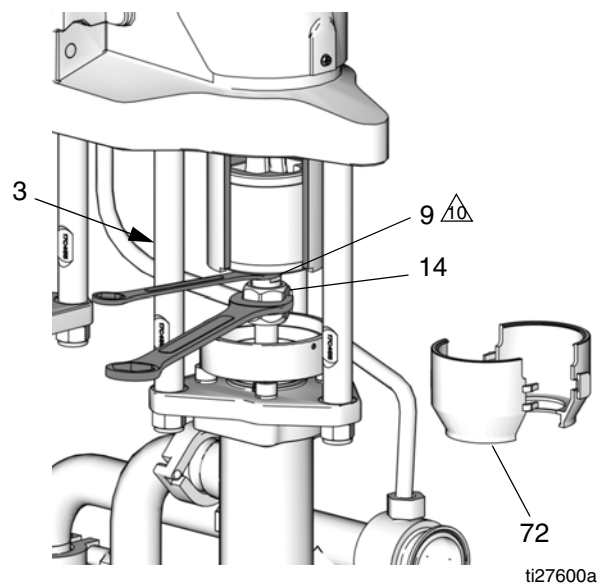

FIG. 5. Rimuovere il dado di accoppiamento
2. Far girare a impulsi il motore per regolare la pompa sul lato riparato al fondo della sua corsa. Questo permette l'accesso al dado di accoppiamento (14).
4. **Pompe con unità pompanti sigillate:** Rimuovere la protezione a 2 pezzi (72, vedere FIG. 5) inserendo un cacciavite direttamente nel foro e utilizzandolo come leva per rilasciare l'aletta. Ripetere l'operazione per tutte le linguette. **Non** utilizzare il cacciavite per fare leva sulle protezioni per aprirle.
5. Vedere FIG. 5. Inserire la chiave da 3/4" sulle facce di presa del pistone a cursore (9) (appena sopra il dado di accoppiamento), per mantenere fissi il pistone a cursore/biella quando si sta allentando il dado di accoppiamento (14). Orientare la chiave di modo che sia serrata contro uno dei tiranti (3). Applicare una forza eccessiva sul pistone a cursore/biella può ridurre la durata del cuscinetto dello spinotto del pistone.
6. Usando una chiave aperta da 1-5/8" svitare il dado di accoppiamento (14) dal pistone collegato alla biella (9) e farlo scorrere verso il basso contro la biella della pompa. Fare attenzione a non allentare i collari (13).